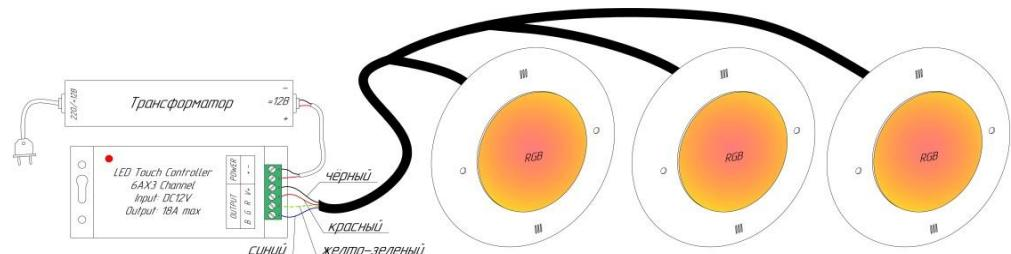
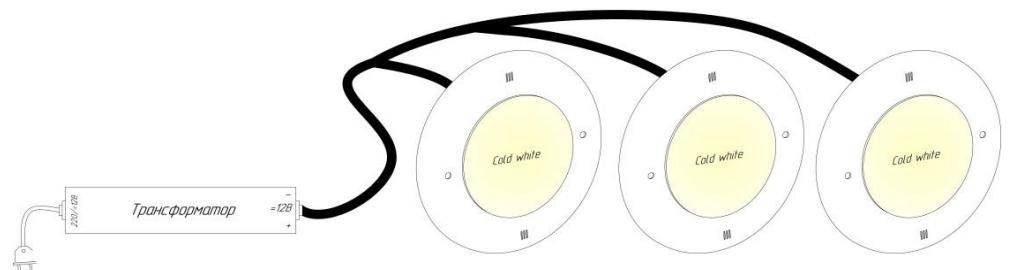

Рис.2 Подключение прожектора светодиодного RGB 25 Вт, 12В (арт. Р11-04)
Рис.3 Подключение прожектора светодиодного «Холодный» белый 25 Вт, 12В (арт. Р11-04.1)
5.5. Подключить прожектор согласно приведенной электрической схеме рис. 2 для арт. Р11-04, рис. 3 для арт. Р11-04.1.